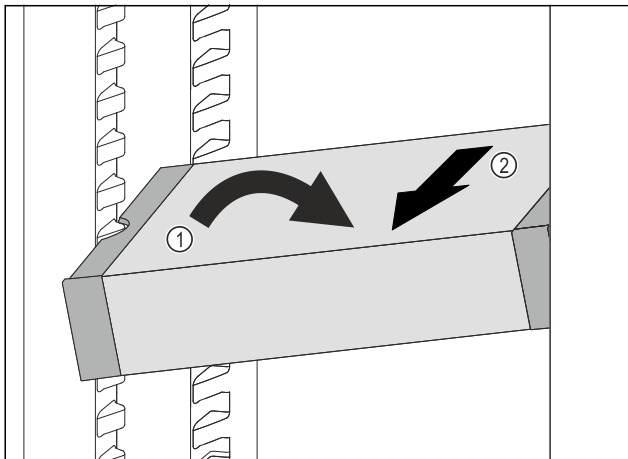

Fig. 105
► 在冷藏区中倾斜 VarioSafe。 Fig. 105 (1)
► 向前取出 VarioSafe。 Fig. 105 (2)